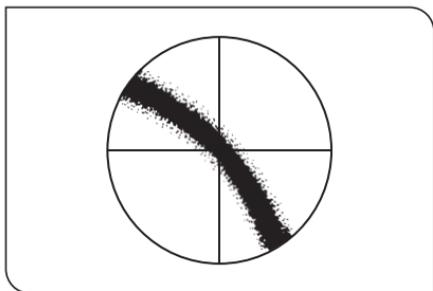

図 3
- 2) コンペンセーターハンドルを回し、視野中心の測定部位が最も黒くなる位置に合わせ (図3)、そのときの角度を角度目盛 1、2 を合算して読み取ります。→ θ_1